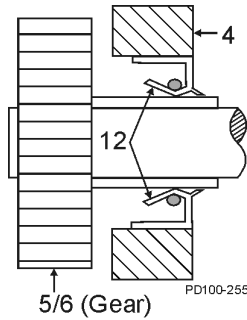

Figura 65 - Orientación del sello de aceite
2. Presione el nuevo sello de aceite (Figura 65, artículo 12) en la cubierta de la caja de engranajes (artículo 4) al ras con la cara exterior, con el resorte orientado hacia adentro.